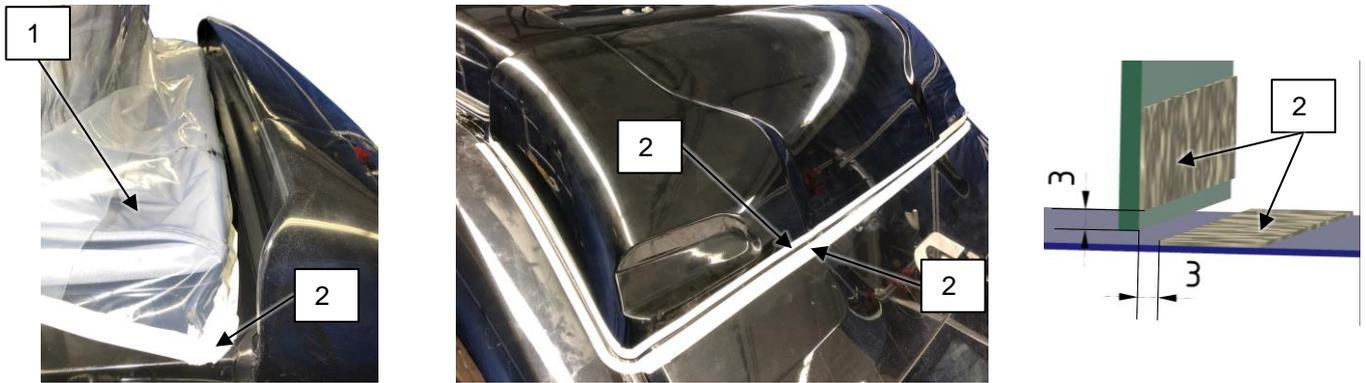

Abb. 6-1: Abkleben der Dichtnaht [G0001642]
- Der Zeltbalg sollte durch Folie (s. Abb. 6-1, 1) und Klebeband (2) geschützt werden
- Am Frontspoiler sollte die Dichtnaht abgeklebt werden: Hierzu das Klebeband (2) mit einem Abstand von min. 3 mm zu dem Spalt auf dem Frontspoiler und dem Fahrzeugdach anbringen